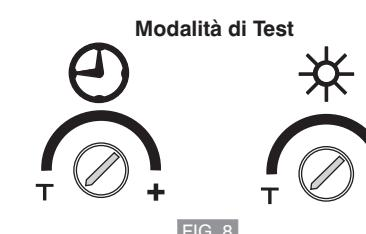

FIG. 8
- Ruotare delicatamente in senso antiorario il regolatore della luminosità (☀) e quello della temporizzazione (⌚) fino all'arresto (**posizione di TEST** - FIG. 8).